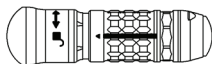

Figura 1
- Usare gentilmente una spazzola per pulire le incannulazioni dell'accessorio mentre è immerso in soluzione detergente. Usare la spazzola ACB per tutti gli accessori tranne i cuscinetti MA-D20-G1 e per accessori per accesso minimo. Usare la spazzola SDCB per i cuscinetti MA-D20-G1 e per accessori per accesso minimo. Se l'accessorio è munito di una guaina di rilascio (Figura 1), spostare la guaina e pulire l'area esposta.
- Manipolare le parti mobili come le guaine di rilascio (Figura 1).